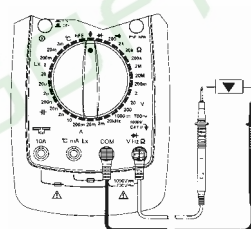

Рисунок 13
- (1) Вставьте штекер черного щупа в гнездо **COM**, а красного в гнездо **V**.
- (2) Установите поворотный переключатель в положение **▼**. Подключите щупы, как показано на рис. 13.
- (3) Если на дисплее Вы увидите только символ "0L", это означает состояние перегрузки.
- (4) При напряжении (низкий уровень) ≤ 0.8 В на дисплее появится символ "▼" и будет включен звуковой сигнал. При напряжении (высокий уровень) ≥ 2.0 В на дисплее появится символ "▲".